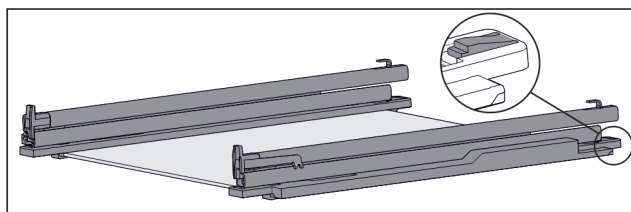

Fig. 149 Glasplatte mit Schienen und Halteteilen
- Halteteil hinten herunterdrücken (siehe Fig. 149) und gleichzeitig Schiene nach hinten schieben.